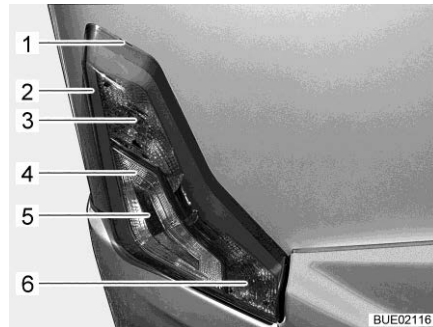

Bild 163 Belysning bak
- Sätt i ett platt verktyg i skåran (Bild 163,1) och lyft av huset försiktigt.